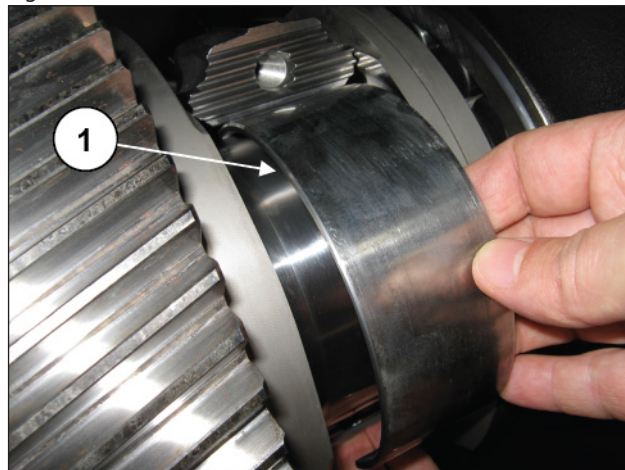

Fig. 32
Sfilare i tre semicuscinetti superiori delle semibielle (pos. ①, Fig. 32).